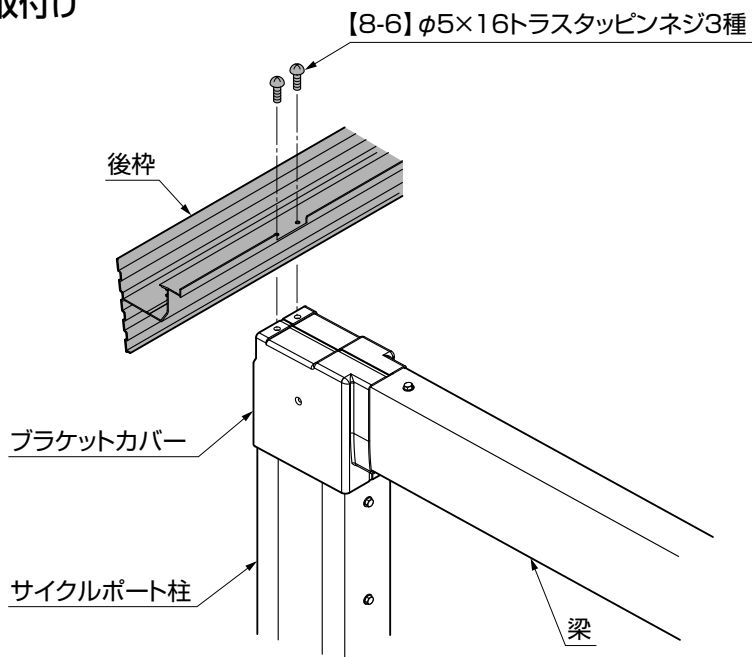

図4-2
①後枠をブラケットカバーに[8-6]で取付けてください。(図4-2参照)